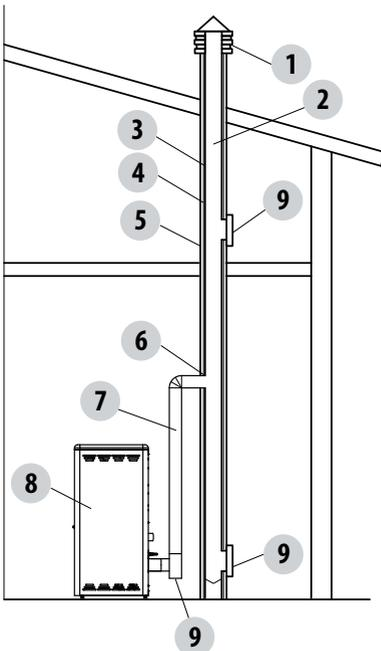

ABBILDUNG 7
Der Schornsteinkopf ist ein wichtiges Element für die gute Funktionsweise des Heizgerätes: wir empfehlen einen Windschutz-Schornstein (A) siehe Abbildung 7. Der Öffnungsbereich für den Auslass der Rauchgase muss mindestens doppelt so groß sein wie der Querschnitt des Schornsteins/Rohrsystems und derart geformt, dass im Falle von Wind der Rauchgasauslass garantiert ist. Der Eintritt von Regen, Schnee und möglicherweise von Tieren muss ausgeschlossen sein. Die Höhe für den Auslass in die Atmosphäre muss außerhalb der Rückflusszone liegen, hervorgerufen durch die Beschaffenheit des Daches oder durch eventuelle Hindernisse, die sich in der Nähe befinden (siehe Abbildung 2-3-4-5-6).
3. Externer Schornstein, ausschließlich mit isolierten Edelstahlrohren realisiert, das heißt mit doppelter Wand min. $\varnothing 100\text{mm}$: alles gut an der Wand verankert. Mit Windschutz-Schornsteinkopf. Siehe Abb.7 Typ A.